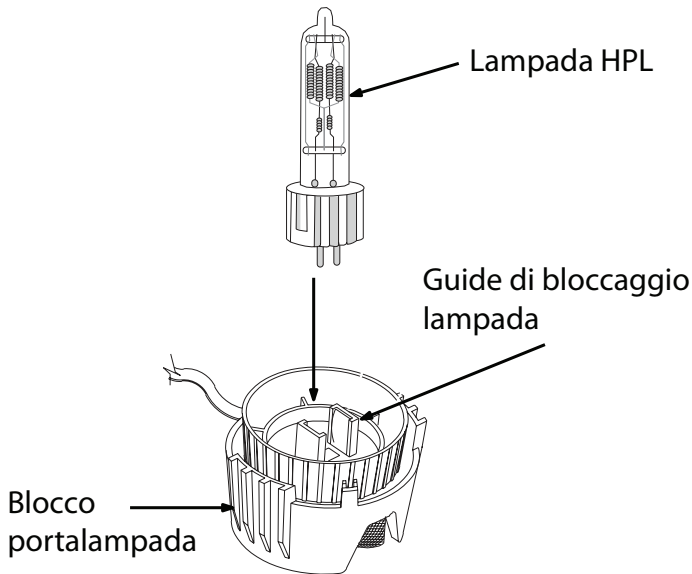

Fig.2
3. Estrarre il blocco portalampada e sostituire la lampada (fig.2).